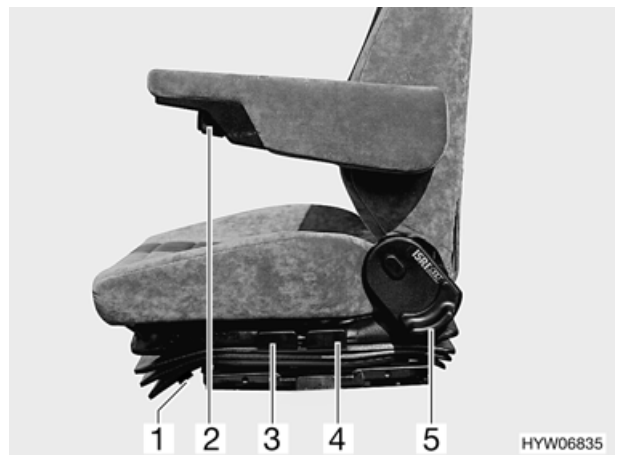

Fig. 8 Sedile del guidatore/sedile del passeggero
- Tirare la maniglia (Fig. 8,3). Il sedile si solleva in avanti.
- Tirare la maniglia (Fig. 8,4). Il sedile si solleva indietro.
- Tirare la maniglia (Fig. 8,1). Il sedile può essere spostato in avanti o all'indietro.
- Tirare la maniglia (Fig. 8,5). È possibile regolare l'inclinazione dello schienale.
- Ruotare (Fig. 8,2) verso destra o sinistra la maniglia.